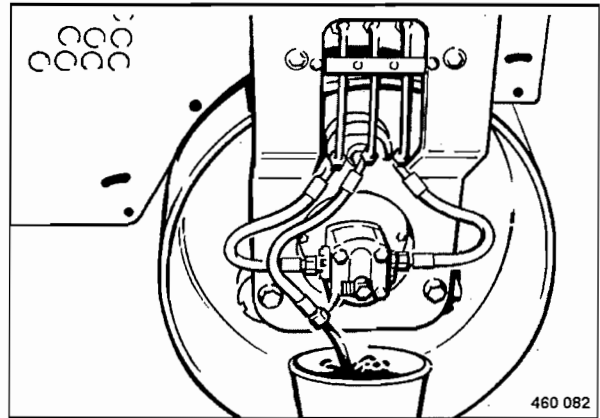

Fig. 120
- Desenroscar el tubo flexible hidráulico en el motor de vibración y recoger el viejo aceite saliendo (Fig. 120).